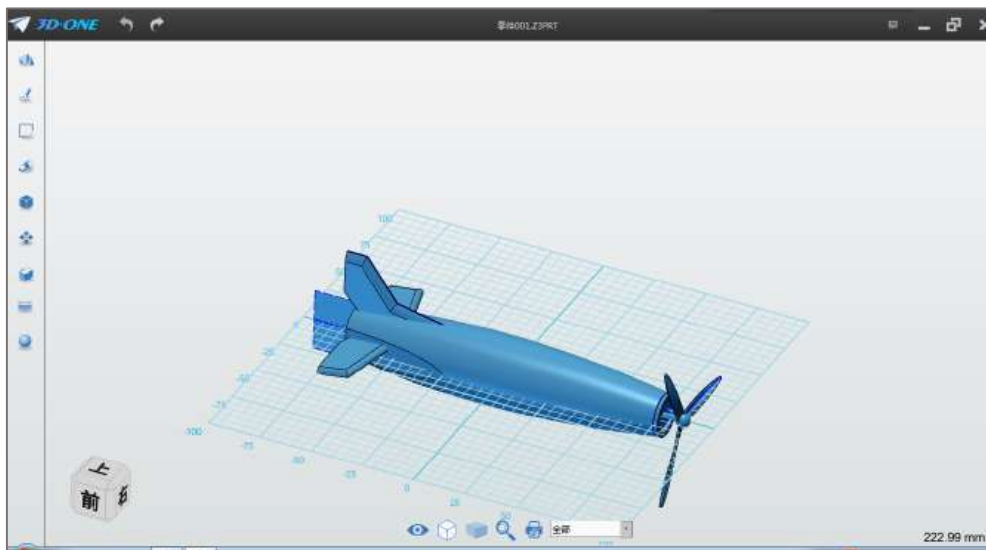

图 3-15
Step 15 点击确定，完成圆角操作，如下图 3-15 所示：